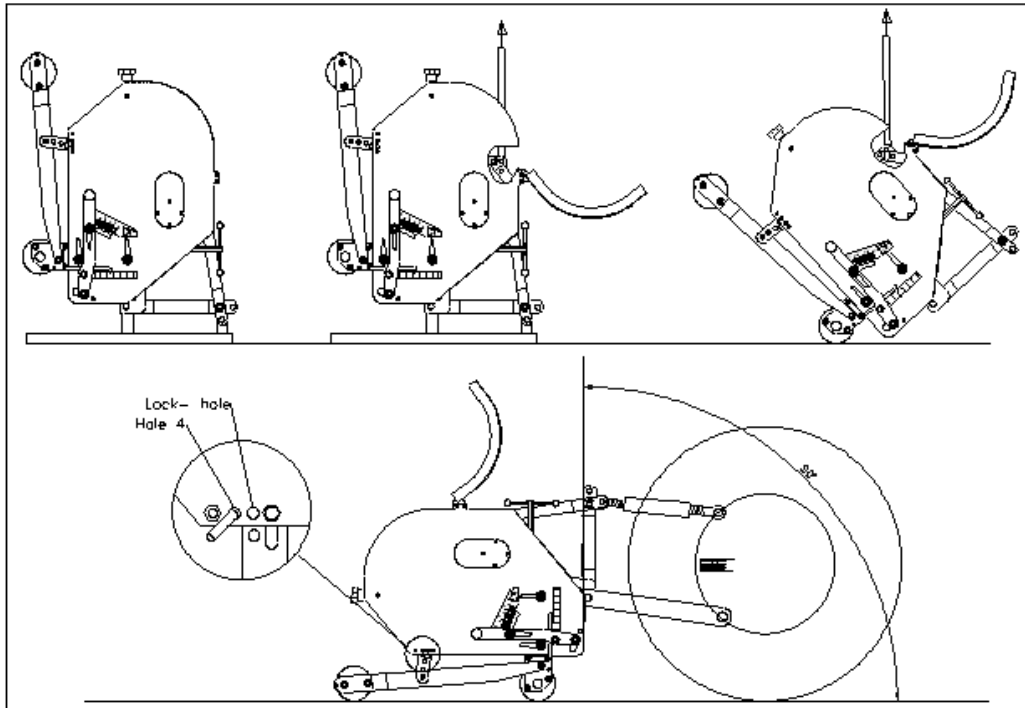
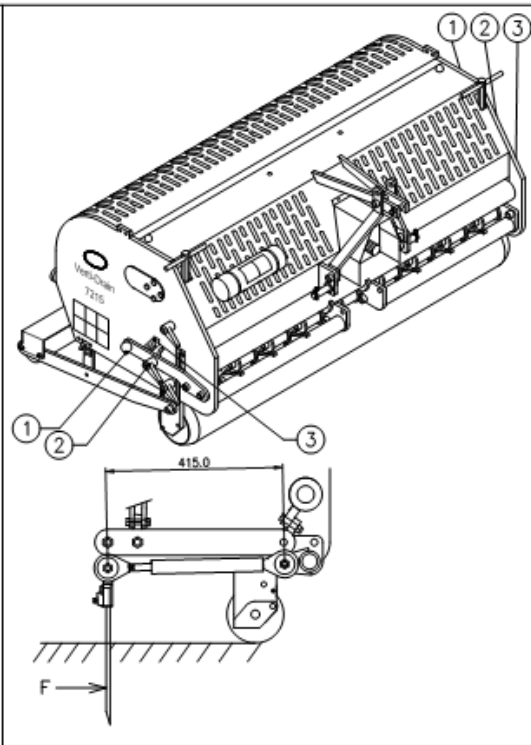

Fig. 1
Fig. 5
La machine est disposée en position verticale sur la palette. Pour enlever la palette et placer la machine sur le sol en position horizontale, procédez de la manière suivante (voir fig. 1):
Il est possible de régler toutes les goupilles en même temps à l'aide des 2 poignées, 1 placées sur les deux côtés de la machine; voir fig. 5. Hisser la machine au-dessus du sol et desserrer la poignée de retenue 2 placée sur les deux côtés de la machine. Régler l'angle en tournant la poignée 1. Il est possible de lire l'angle sur l'autocollant 3. Revisser ensuite la poignée de retenue 2.
- @ A 90°, les pointes s'enfoncent verticalement dans le sol, si la machine est correctement installée, voir fig. 1. Il peut se créer une force F, voir fig. 5, qui endommagera la machine.
- @ Si le VERTI-DRAIN n'est pas correctement attelé au tracteur, voir fig.1, la variation des angles de prise de force peut provoquer des vibrations sur la ligne d'entraînement de la machine. Ces vibrations peuvent endommager la machine et les trous dans le sol.